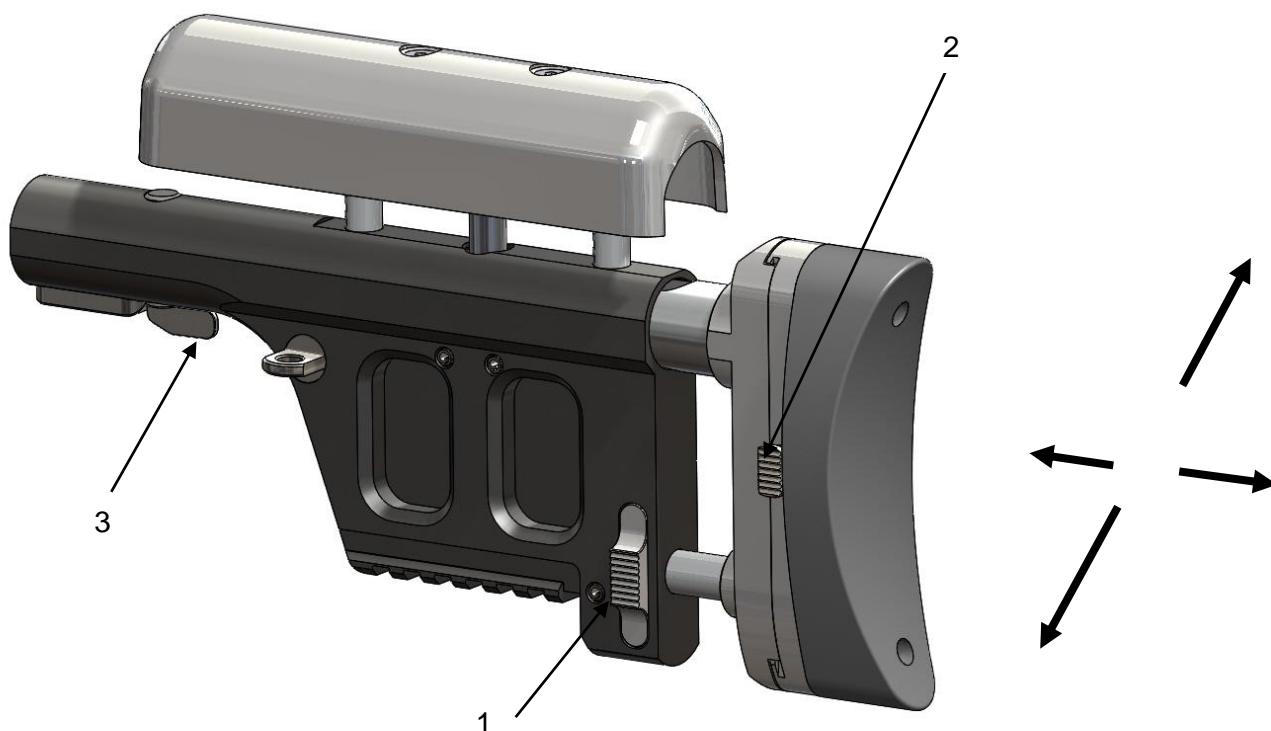

Bild 3
1.) Einstellung der Länge des Schaftes (Bild 3)
2.) Einstellung der Höhe der Schafthülle (Bild 3)
3.) Einstellung der Höhe der Schaftbacke (Bild 3)